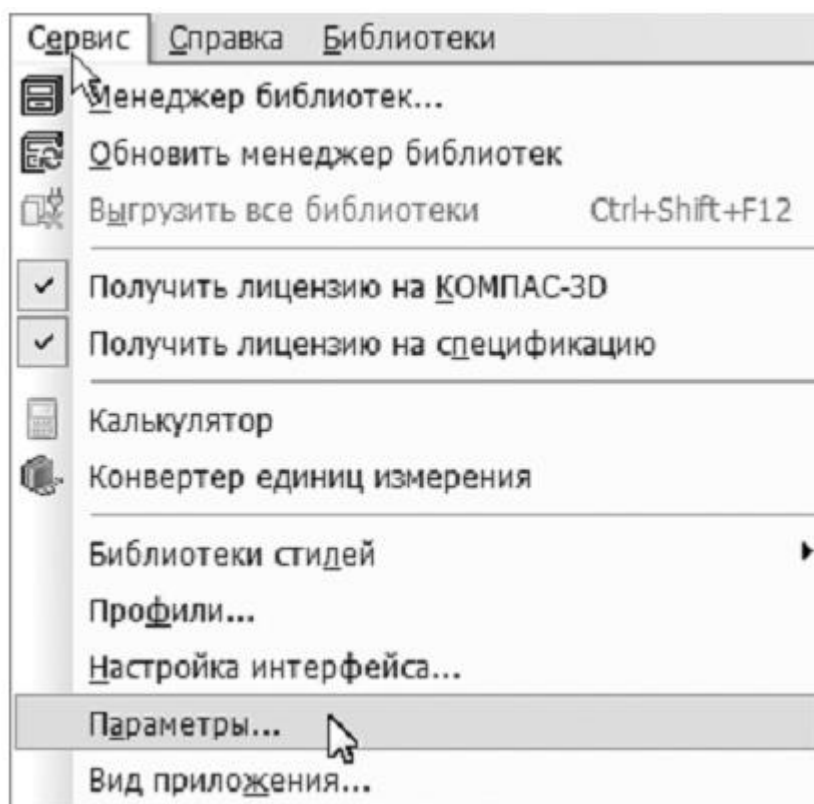

Рисунок 1.
1. Вызовите команду Сервис — Параметры (рис. 1).